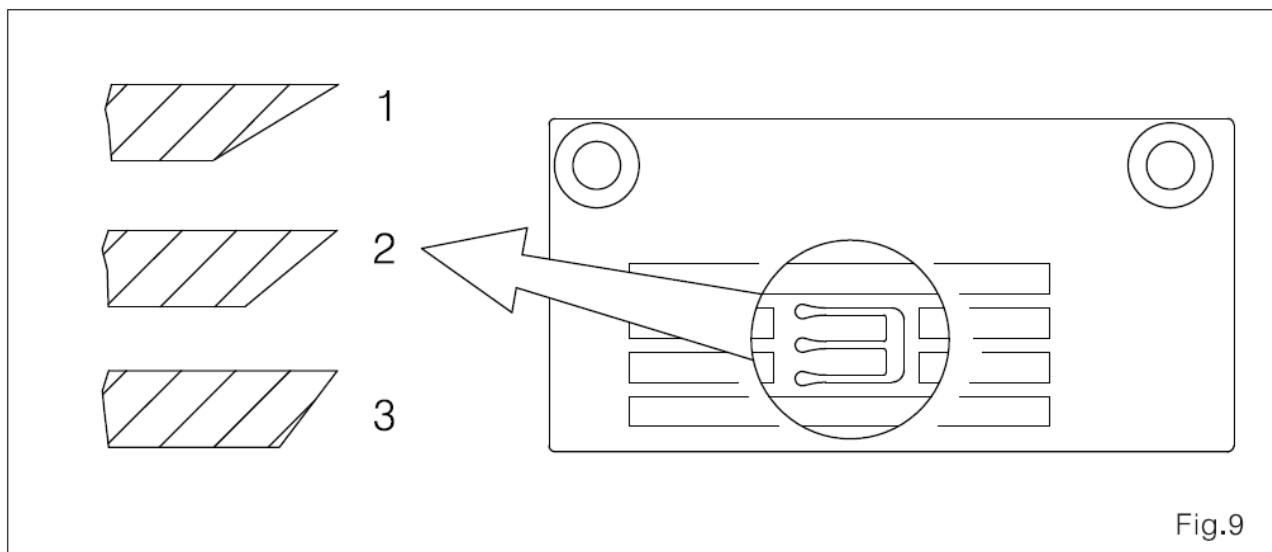

Fig.9
⑦ representa o formato da língua da placa da agulha (sua função é dar o nó) (Fig.9)